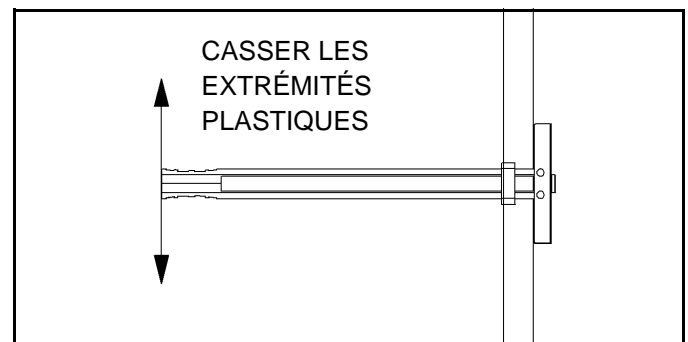

Figure 7.
5. Écartez les extrémités de la prise pour les doigts afin de briser les extrémités plastiques et l'affleurer avec la bague plastique de l'ancrage (voir figure 7).